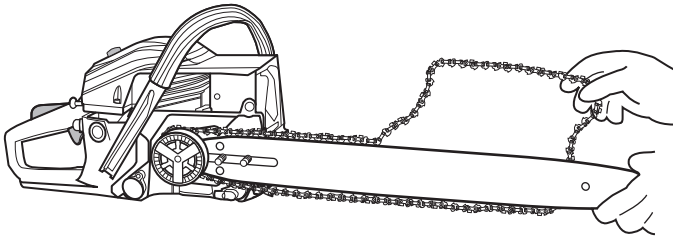

Abb. 6
3. Führungsschiene (7) (Abb. 6).